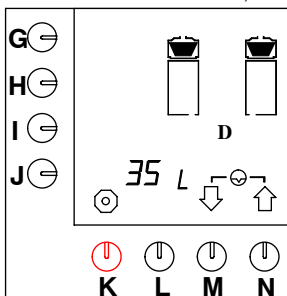

Fig. 55 Reimpostazione del contatore dei giorni della macchina di preparazione del caffè
- Premere il tasto di selezione (M.) $\downarrow$ fino a che sullo schermo viene visualizzato quanto illustrato nella fig. 55 .